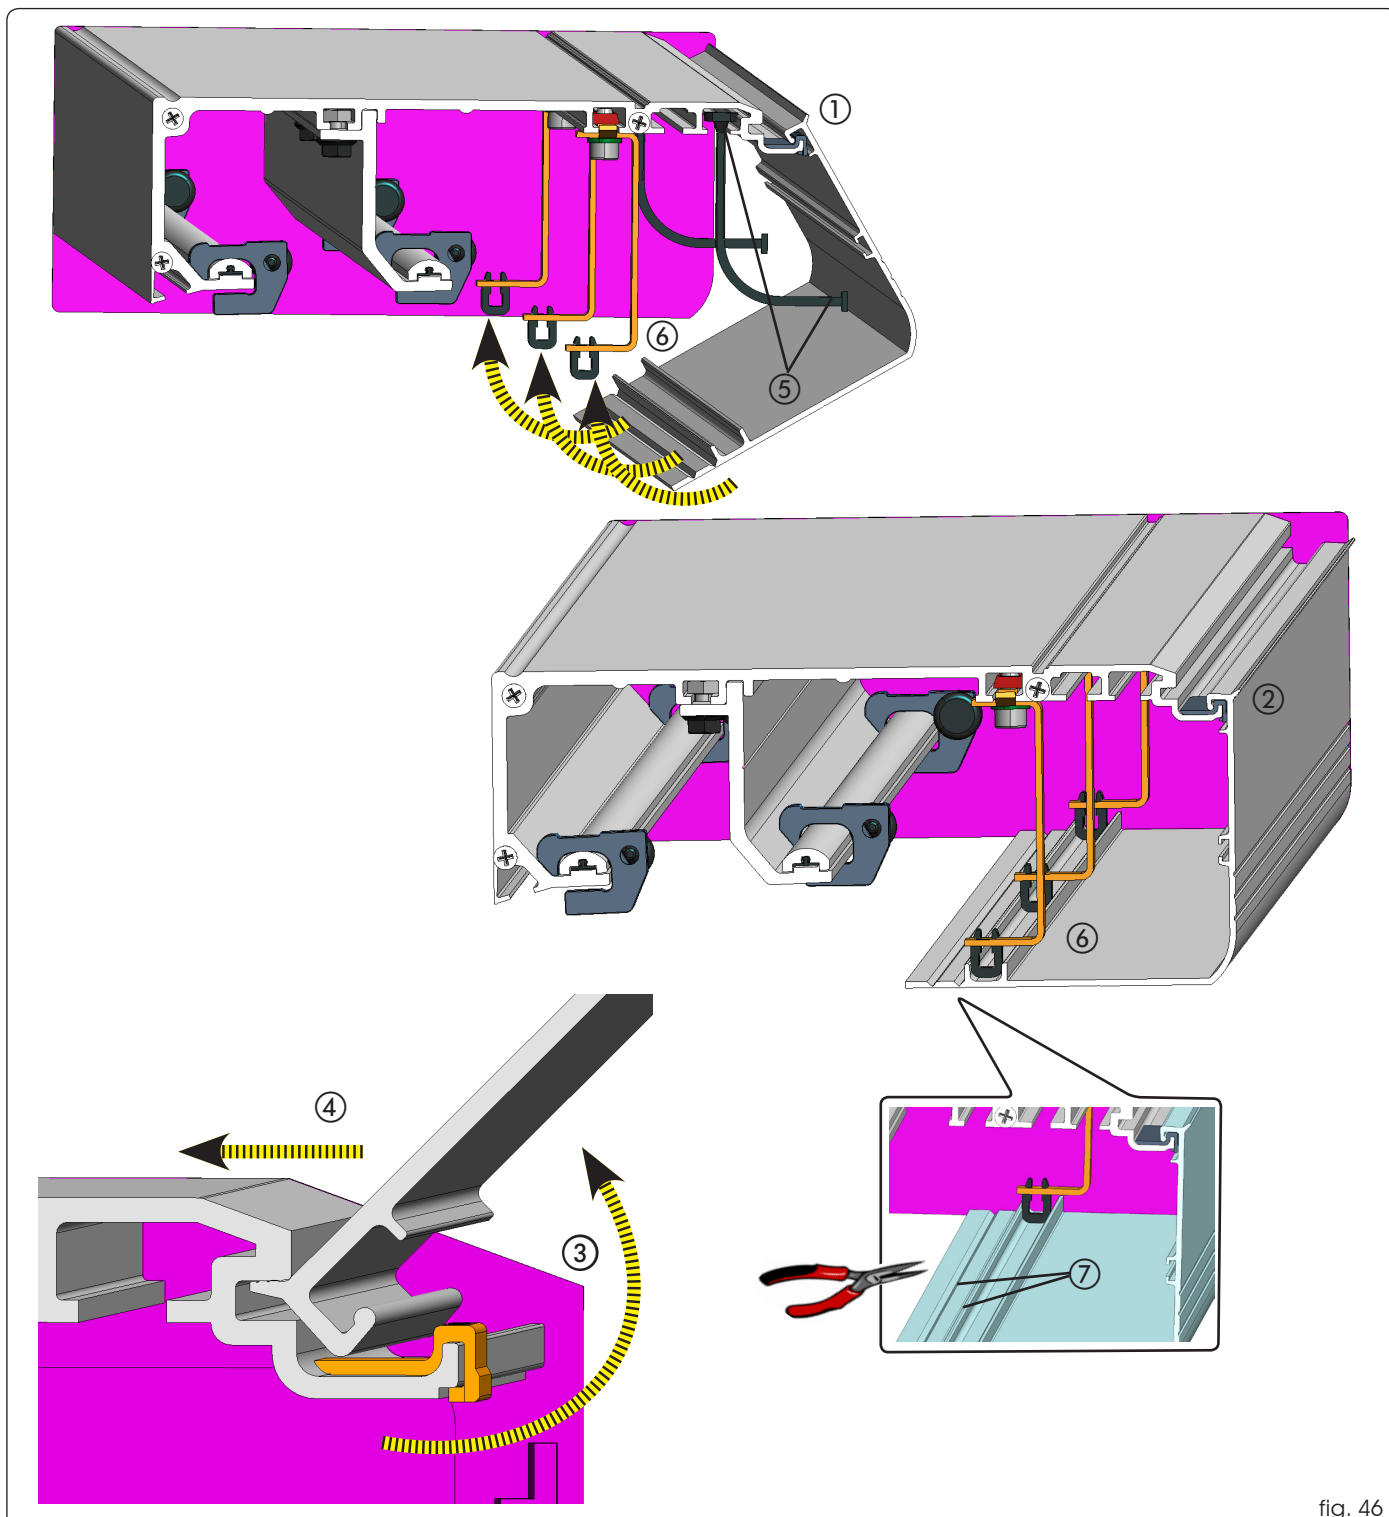

fig. 46
- Zet de afdekkap op de eerder gemonteerde afstandhouders, zoals aangegeven in fig. 46 ref. ① of ②.
- Om de kap open te houden, licht u hem op (fig. 46 ref. ③) en duwt u hem (fig. 46 ref. ④) tegen het profiel tot het metalen uitsteeksel in het profiel vastklemmen..
- Bevestig de kabeltjes van de valbeveiliging in de speciale sleuven in de kap (fig. 46 ref. ⑤).
- De afdekkap worde vastgezet op de drie bevestigingsbeugels (fig. 46 ref. ⑥).
- De afdekkap is breeklijnen om aan de verschillende diktes van de vleugel te kunnen worden aangepast; verwijder het uitstekende deel door de punten in fig. 46 ref. ⑦ te breken.